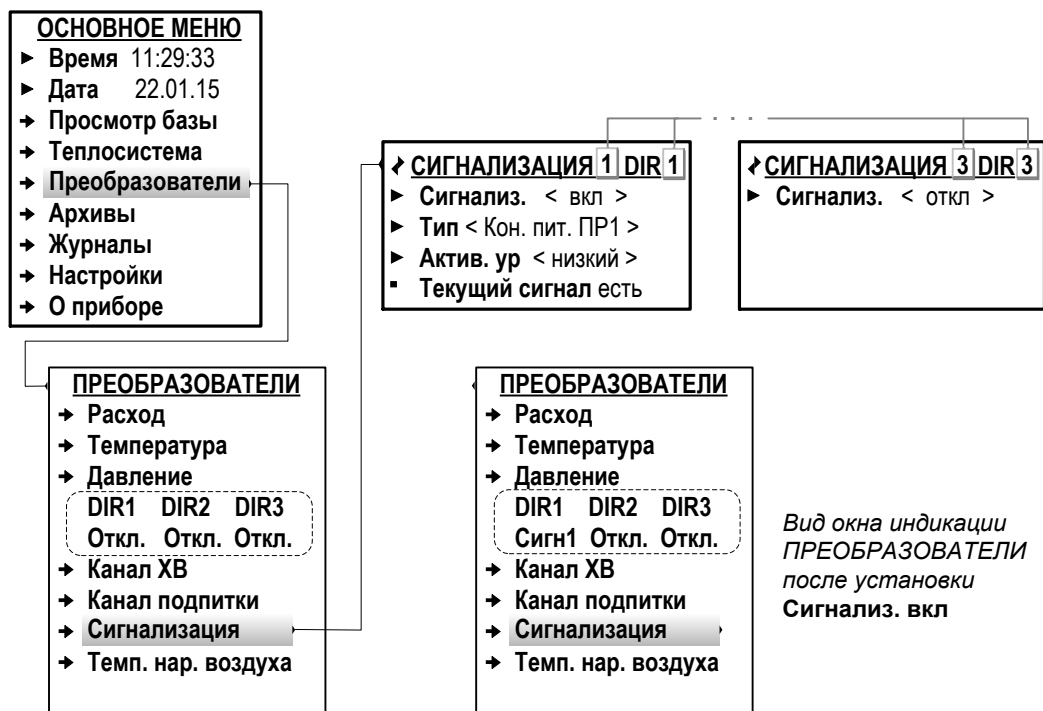

Рис.27. Вид меню настройки входов «Сигнализац» (режим СЕРВИС).
7.5.3.2. Вид меню **Преобразователи / Сигнализац** для настройки входов DIR1, DIR2, DIR3 приведен на рис.27. Меню настройки становится доступным после установки значения **вкл** для параметра **Сигнализ**.